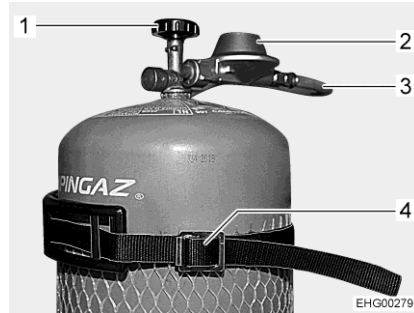

Bild 37 Anslutning gasflaska
- Stäng huvudavstängningsventilen (Bild 37,1) på gasflaskan. Beakta pilriktningen.
- Håll fast gastryckregulatorn (Bild 37,2) och öppna muttern (vanligen vänstergänga).
- Tag bort gastryckregulatorn med gaslangan (Bild 37,3) från gasflaskan.
- Lossa fästremmarna (Bild 37,4) och tag ut gasflaskan.
- Fäst gasflaskan med fästremmarna (Bild 37,4).
- Sätt gastryckregulatorn (Bild 37,2) med gaslangan (Bild 37,3) mot gasflaskan och dra åt muttern (vanligen vänstergänga). Dra **inte** åt för hårt.